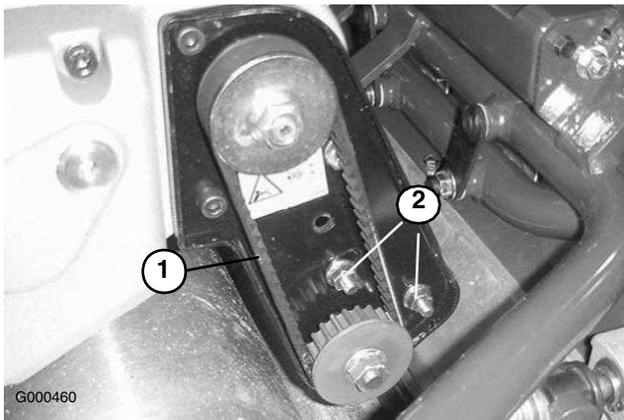

Bild 36
A. Lösen Sie die Befestigungsmuttern des Lagergehäuses (Bild 36).
C. Ziehen Sie die Befestigungsmuttern des Lagergehäuses (Bild 36) fest. Ziehen Sie den Riemen nicht zu stark an.